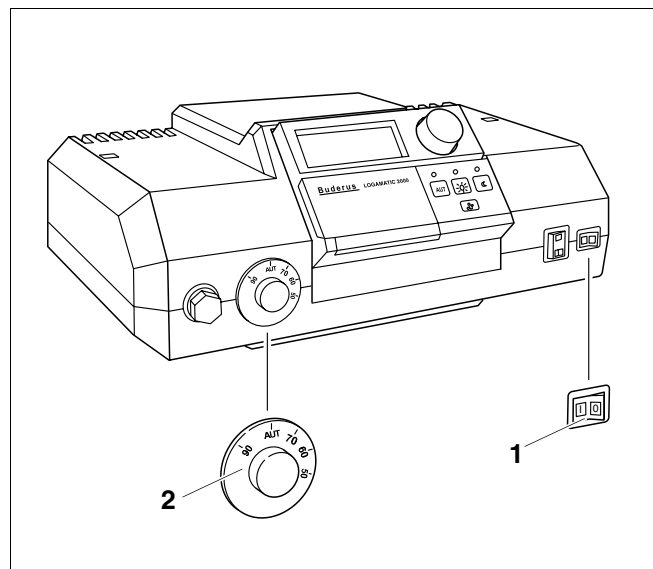

Fig. 3 Apparecchio di regolazione (qui p.e.: Logamatic 2000)
Avviare la caldaia mediante l'apparecchio di regolazione (nell'esempio (fig. 3): apparecchio di regolazione della serie 2000). Mettendo in esercizio l'apparecchio di regolazione si mette automaticamente in funzione anche il bruciatore. Il bruciatore può essere quindi avviato tramite l'apparecchio di regolazione. Per ulteriori informazioni consultare le istruzioni per l'uso del rispettivo apparecchio di regolazione o bruciatore.
- Posizionare il termostato di regolazione della temperatura dell'acqua della caldaia (fig. 3, **pos. 2**) su "AUT".
- Posizionare l'interruttore "Esercizio" (fig. 3, **pos. 1**) su "I" (ON).
Spegnere la caldaia attraverso l'apparecchio di regolazione (nell'esempio: (fig. 3): apparecchio di regolazione della serie 2000). Spegnendo l'apparecchio di regolazione si disinserisce automaticamente anche il bruciatore.
- Posizionare l'interruttore "Esercizio" (fig. 3, **pos. 1**) su "0" (OFF).